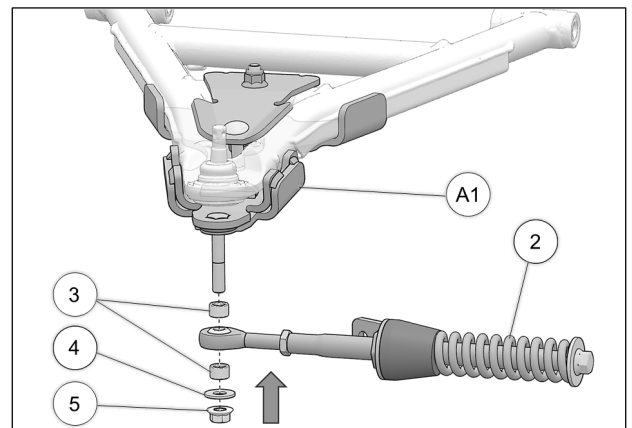

Fig. 18
10. Fixer le bras stabilisateur (2) à l'ancrage de suspension (A1) à l'aide des deux espaceurs (3), de la rondelle (4) et de l'écrou autobloquant (5). Serrer à un couple de 70 Nm [52 lb•pi]. Voir la Fig. 18